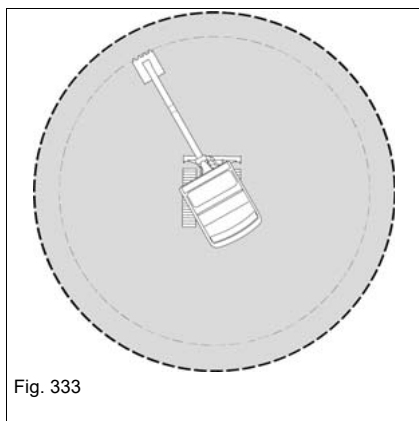

Fig. 333
- ▶ Le système de bras doit être perpendiculaire à la cabine - voir Fig. 333